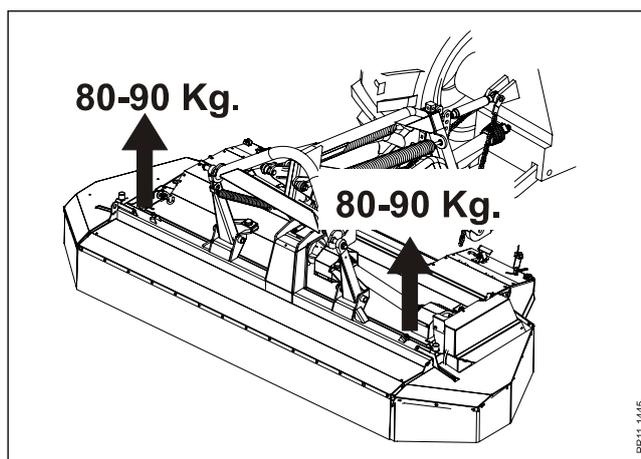

Fig. 3-10
**Fig. 3-10** Von der Fabrik ist die Entlastung der Maschine so eingestellt, dass der Bodendruck der Arbeit unter normalen Verhältnissen angepasst ist. Hier ist das Gewicht an beiden Seiten etwa 80-90 kg, wenn die Maschine in der Grundeinstellung auf planer Unterlage steht.